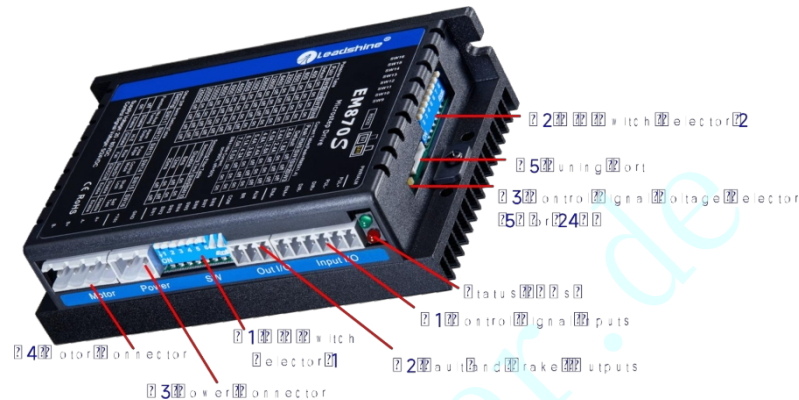

Abbildung 2 Anschlüsse, DIP-Schalter und LED-Positionen
ENA+	(5) Das DIR-Signal erfordert im Einzelimpulsmodus ein vorangehendes PUL-Signal mit einer Vorlaufzeit von mindestens 5 µs (6) Die aktive Flanke von PUL und DIR wird über den DIP-Schalter SW13 eingestellt (7) Die Werkseinstellung der Steuersignalspannung beträgt 24 V; bei 5 V muss S3 (Abbildung 2) eingestellt werden. Enable-Anschluss: Optional.
ENA-	(1) Optisch isoliert, differentiell. (2) Deaktivieren Sie den Antrieb über einen 4,5–5,0 V- oder 24 V-Eingang; aktivieren Sie den Antrieb über einen 0–0,5 V-Anschluss (standardmäßig kein Anschluss). (3) Das ENA-Signal erfordert im Einzelimpulsmodus ein vorangehendes DIR-Signal von mindestens 5 µs (4) Die Standard-Steuerspannung beträgt 24 V; bei 5 V muss S3 (Abbildung 2) eingestellt werden
Der DM870 kann über den P1-Stecker (Abbildung 2) differentielle oder single-ended-Steuersignale (Impuls, Richtung und Freigabe) in Open-Collector- oder PNP-Schaltung empfangen. Es wird empfohlen, einen EMI-Leitungsfilter zwischen der Stromversorgung und dem Antrieb einzubauen, um die Störfestigkeit des Antriebs in störungsbehafteten Umgebungen zu erhöhen.
Der erste 8-Bit-DIP-Schalter befindet sich an der Seite (DIP-Schalter 1 in Abbildung 2) und dient zur Konfiguration der Mikroschrittauflösung, des Ausgangsstroms und des Motorstillstandsstroms, wie unten dargestellt. Die Werkseinstellung von SW1–SW8 lautet AUS, AUS, AUS, AUS, AUS, AUS, EIN, EIN.
Der zweite 8-Bit-DIP-Schalter befindet sich auf der Oberseite (DIP-Schalter 2 in Abbildung 2) und dient zur Konfiguration der Einstellungen für die Filterzeit der Steuerbefehle, die automatische Motorkonfiguration, die Fehlerausgangsimpedanz, die aktive Impulsflanke, den Steuermodus, die Wellenarretierung und den Selbsttest, wie unten dargestellt. Die Werkseinstellung von SW1–SW8 lautet AUS, AUS, AUS, EIN, EIN, AUS, AUS, AUS.
Der dritte 1-Bit-Schalter befindet sich auf der Oberseite (DIP-Schalter 3 in Abbildung 2) und dient zur Konfiguration der Spannung der Steuersignale. Aus Sicherheitsgründen bei der optischen Kopplung beträgt die Werkseinstellung 24 V, wodurch der Anschluss von 2-kΩ-Widerständen wie bei den alten Antrieben entfällt, was die Handhabung vereinfacht. Wenn die Spannung des Steuersignals 5 V beträgt, muss S3 auf 5 V eingestellt werden; andernfalls funktioniert der Motor nicht.